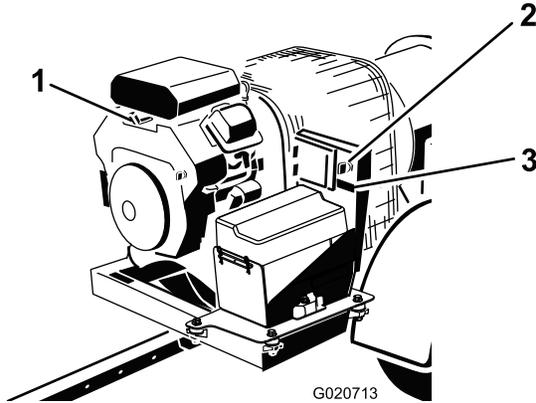

Figura 14
3. Gire la llave de contacto a la posición de Arranque y suéltela rápidamente a la posición de Conectado (Figura 14). Esto “despierta” el receptor.
4. Si va a abandonar la máquina, gire la llave a la posición de Desconectado y retírela del motor (Figura 14).